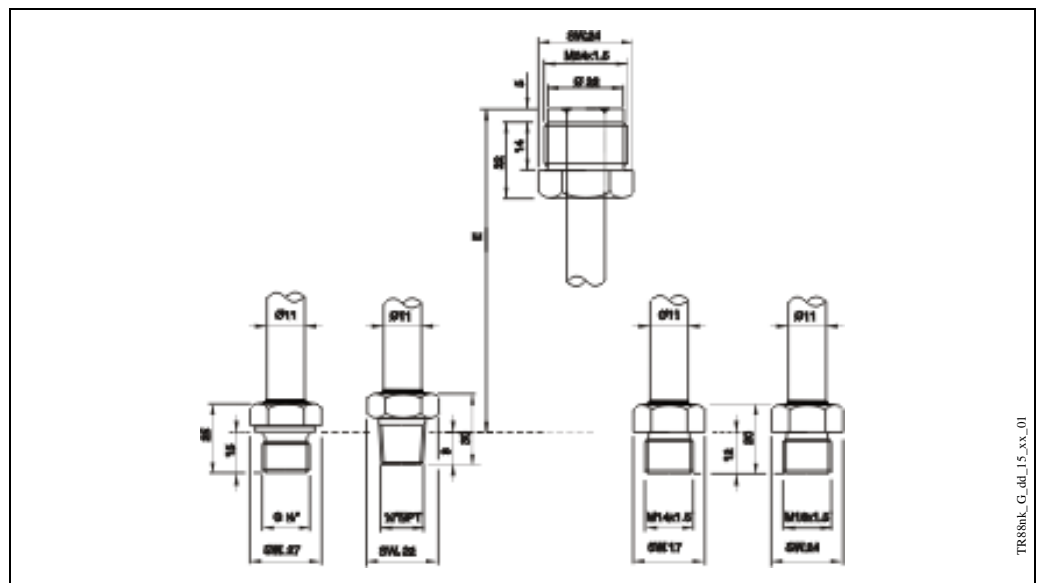

Рис. 6: Штуцер в различных версиях
Штуцер - это расширительная шейка между термогильзой и корпусом датчика. Он представляет собой 11 мм трубку из SS 316L/1.4404 (рис. 6), стандартная длина которой (E) может быть выбрана из следующих размеров:
Рисунок 6 иллюстрирует стандартные размеры доступного в структуре заказа резьбового присоединения (см. параграф "Информация по заказу" в конце данного документа).